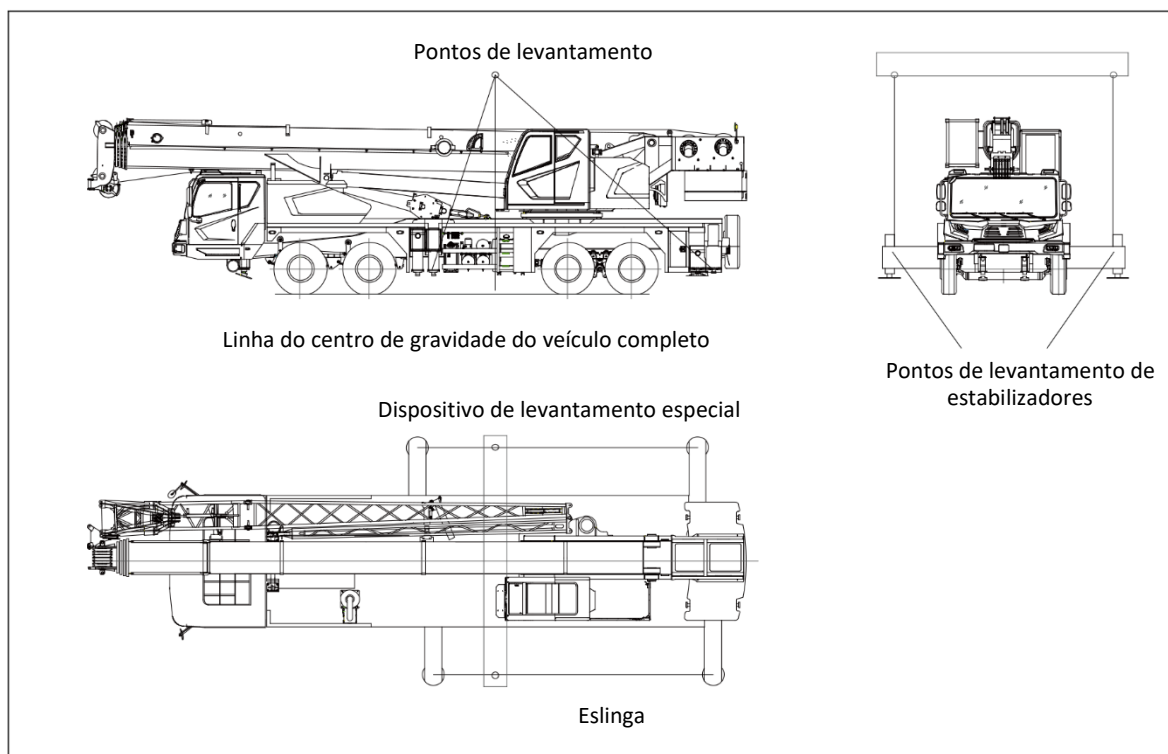

Figura 7-1 Pontos de içamento
- O gancho está acima do centro de gravidade do veículo completo. Consulte a figura 7-1.